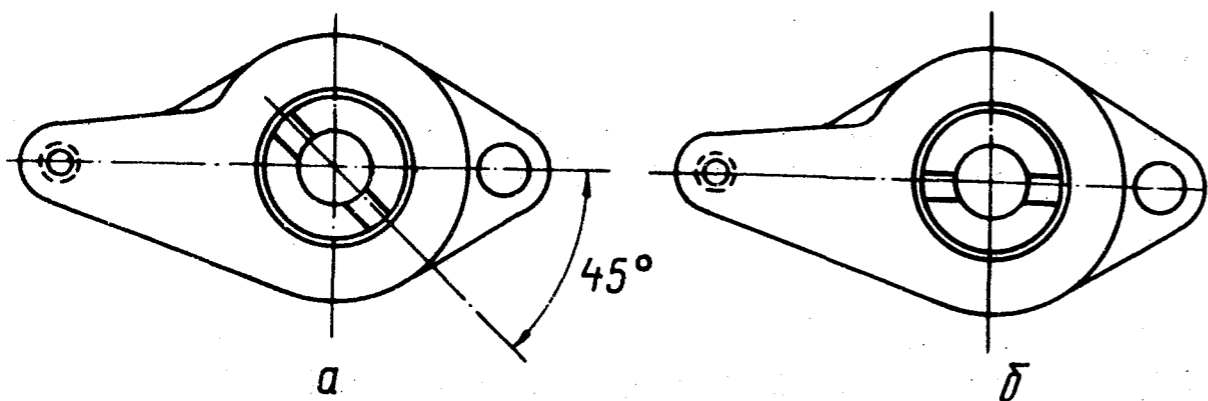

Рис. 68. Положение паза на втулке валика привода масляного насоса и распределителя зажигания:
- повернуть валик привода в положение, показанное на рис. 68а и поставить привод в гнездо блока. При введении привода в гнездо необходимо слегка поворачивать валик масляного насоса, чтобы конец валика привода вошел в отверстие вала насоса. В правильно установленном приводе прорезь во втулке валика должна быть направлена параллельно оси двигателя и смещена от двигателя, как показано на рис. 68б;